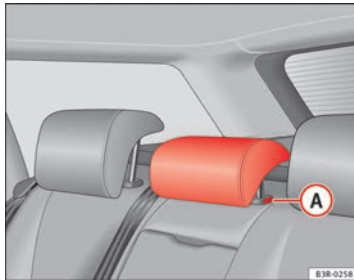

Abb. 112 Mittlerer Fond-sitz: Kopfstütze
- Drücken Sie den Knopf **(A)** ⇒ Abb. 112 und führen Sie die Kopfstütze nach unten.
- Drücken Sie auf die Taste **(A)** ⇒ Abb. 112 und ziehen Sie gleichzeitig die Kopfstütze heraus.